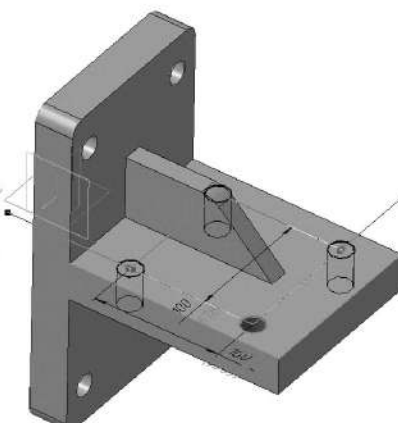

Рисунок 3.82. Фантом массива
7.7 Включите кнопку **Обратное направление** . Фантом массива перестроится (рисунок 3.82).